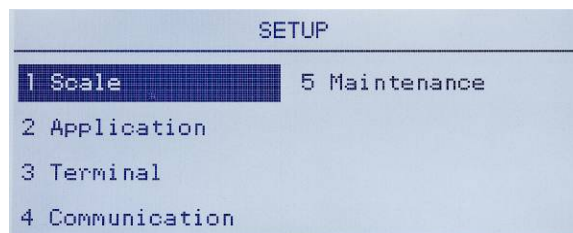

Abbildung 3-21: Setup-Menü – Zurücksetzen
1. Drücken Sie auf die MENÜ-Taste, und wählen Sie das Setup-Symbol . In Abbildung 3-21 ist die erste Seite des Setup-Menüs dargestellt, wobei die fünf Hauptzweige angezeigt sind.